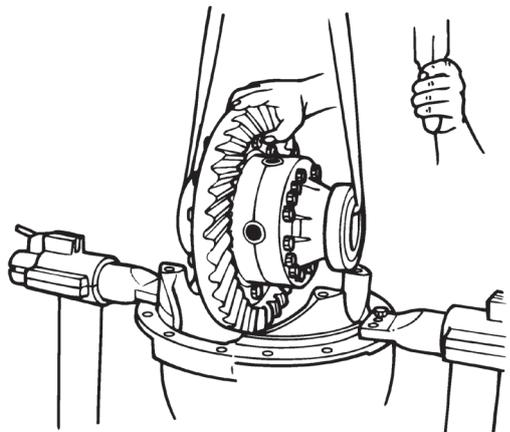

Figura 3.45
7. Use um equipamento de levantamento apropriado para remover a caixa dos satélites principal e a coroa hipoidal da caixa do diferencial. Figura 3.45.